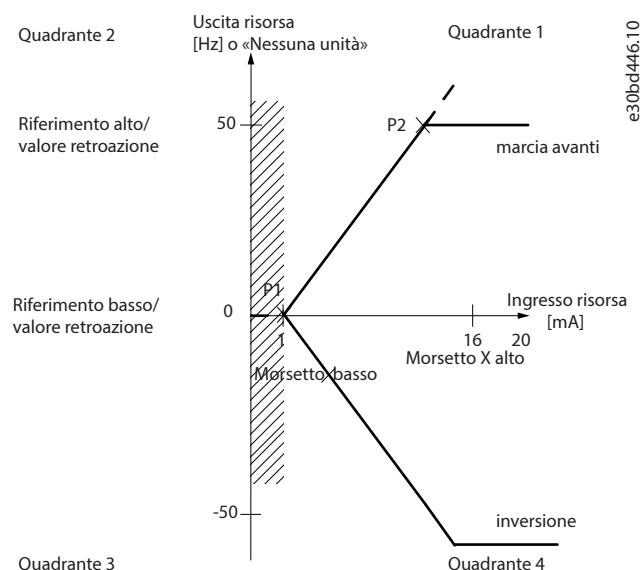

Figura 48: Dimensioni della banda morta
- Impostare il valore di riferimento minimo (vedere la tabella in Tabella 20 per il relativo parametro) oppure il valore di riferimento massimo sullo 0. In altre parole, P1 o P2 devono trovarsi sull'asse X in Figura 48.
P1 o P2 definiscono le dimensioni della banda morta come mostrato in Figura 48.